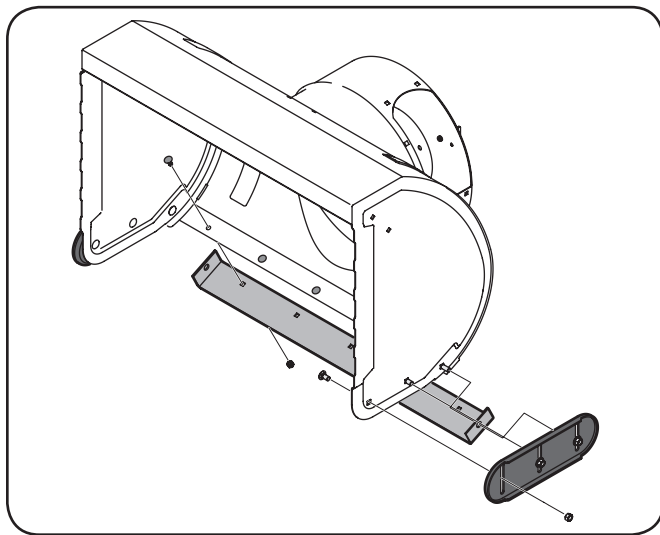

Figura 6-1
1. Retire los seis pernos y tuercas hexagonales del carro y todas las arandelas de campana que sujetan las dos zapatas antideslizantes a los lados de la caja de la barrena. Consulte la Figura 6-1.
2. Ubique las zapatas nuevas y ajústelas con los pernos, arandelas de campana y tuercas hexagonales del carro. Compruebe que las zapatas antideslizantes están ajustadas para que queden parejas. Consulte la Figura 6-1.